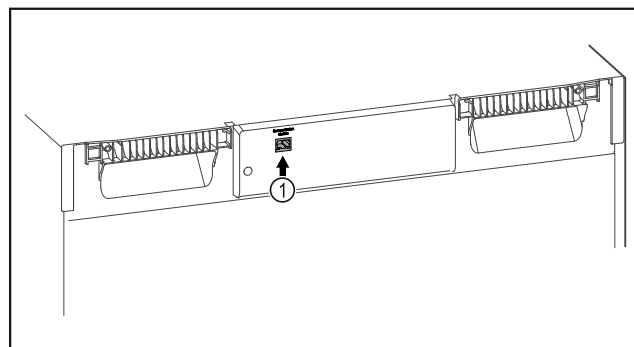

Fig. 150
- SmartModule Fig. 150 (1) встановлено.